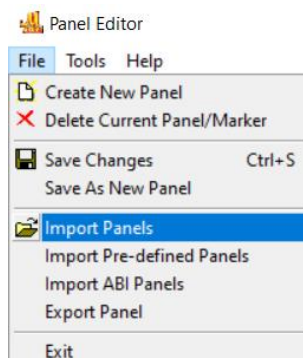

Рисунок 15
- В открывшемся окне выбрать «**File**», в выпавшем списке – «**Import Panels**» (рисунок 15).